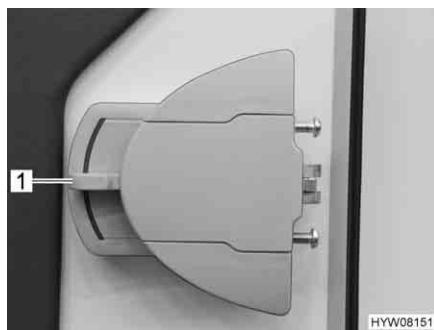

Fig. 19 Serratura della porta, lato interno
**Apertura:** ■ Premere la maniglia della porta (Fig. 19,1) verso il basso.
**Bloccaggio:** ■ Ruotare la maniglia della porta (Fig. 19,1) per circa 45° verso l'alto e lasciarla in questa posizione.